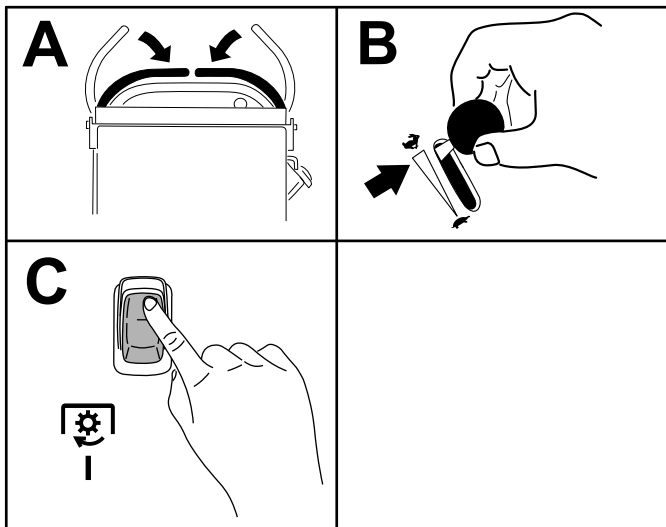

Figura 9
**Nota:** Se disinnestate le lame del tosaerba rilasciando le leve di comando del movimento, potrete nuovamente innestarle portando l'interruttore in posizione di ACCENSIONE (Figura 9) senza portarlo prima in posizione di SPEGNIMENTO.